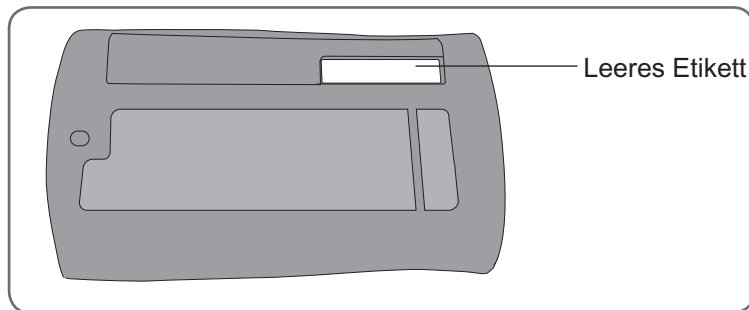

Abbildung 9-3: Etikett auf der Steuereinheit für die System-ID-Nummer
7. Wenn die Steuereinheit registriert ist, suchen Sie die System-ID-Nummer auf der Tragetasche des NESS L300-Systems (z. B. A334). Schreiben Sie die Nummer auf das leere Etikett auf der Rückseite der Steuereinheit. (Siehe Abbildung 9-3.) Diese ID-Nummer gibt an, bei welchem NESS L300-System die neue Steuereinheit registriert ist.